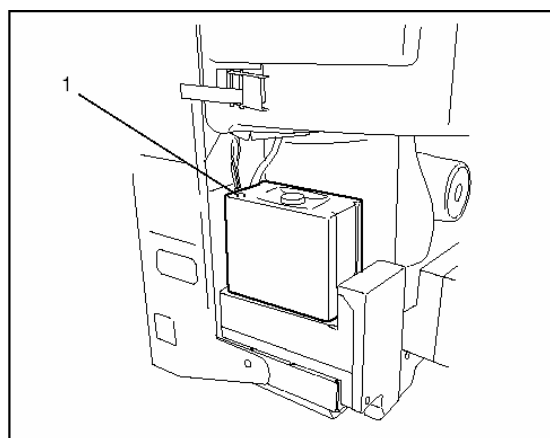

fig. 37 UBA 3
Förutom displaykoden på BC10 finns det en röd lysdiod på UBA 3 (fig.37).
- Lysdiod från, vid normaldrift (fig.37, pos.1)